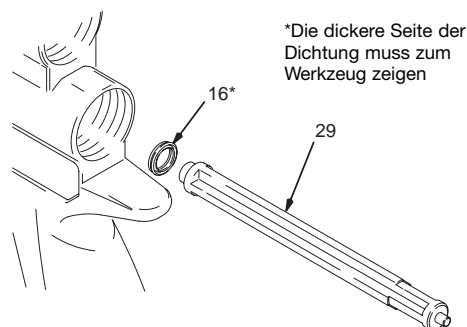
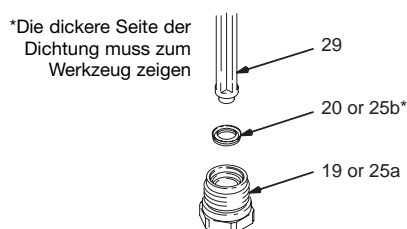

Fig. 27
Fig. 28
4. Setzen Sie nun die neuen Stopfbuchsen (25b) einzeln ein mit Hilfe des Installationswerkzeuges (29). Die dickeren Enden der Stopfbuchse sitzen dabei am Werkzeug an (siehe Abb. 28).
5. Setzen Sie nun die neuen Stopfbuchsen (25b) *einzel*n ein mit Hilfe des Installationswerkzeuges (29). Das dickeren Ende der Stopfbuchse sitzt dabei am Werkzeug an (siehe Abb. 28).
1. Entfernen Sie die Aufnahme für die Materialmengen-Stellschraube (19), die Vorschubfeder für die Luftmenge (22) und das Luftventil (26). Entsorgen Sie das Luftventil (26).
2. Entfernen Sie die Stopfbuchse (16) mit einem Stift aus dem Pistolenkörper.
3. Setzen Sie eine neue Stopfbuchse (16) auf das Installationswerkzeug (29), so dass das dickere Ende am Werkzeug anliegt (siehe Abb. 27)
4. Drücken Sie die Stopfbuchse (16) in das hintere Ende des Pistolenkörpers bis sie einrastet.
5. Entfernen Sie die Stopfbuchse (20) und die Distanzscheibe (35) von der Aufnahme für die Materialmengen-Stellschraube (19) mit einem Stift. Seien Sie vorsichtig, dass Sie dabei nicht das Gewinde oder die Oberflächen beschädigen.
6. Setzen Sie eine neue Stopfbuchse (20) mit dem Installationswerkzeug (29) ein. Das dickere Ende muss dabei am Werkzeug anliegen (siehe Abb. 28). Dieses unterstützt Einsetzen mit gleichmäßigem Druck und verhindert Beschädigungen.
7. Drücken Sie die Stopfbuchse (20) und die Distanzscheibe (35) in die Aufnahme für die Materialmengen-Stellschraube (19) bis Sie einrasten.